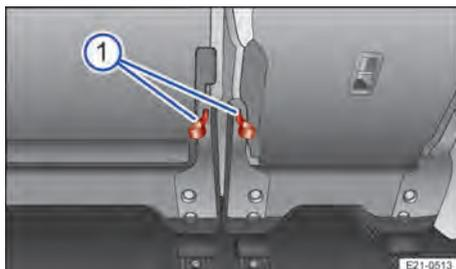

Fig. 68 Na parte de trás do banco traseiro: alças para ajustar o ângulo do encosto.
Ou: puxar a respectiva alça vermelha → Fig. 68 ①.